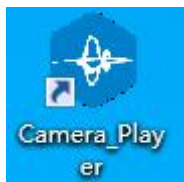

图 7 软件图标
1. 双击打开桌面的【Camera Player】，如图 7 所示：